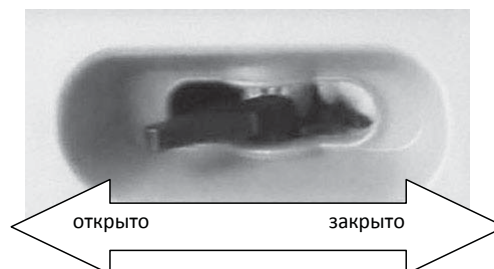

Рис.13
2. Закройте воздушную заслонку (положение холодного запуска). Если двигатель теплый, воздушную заслонку не закрывать (Рис.13).